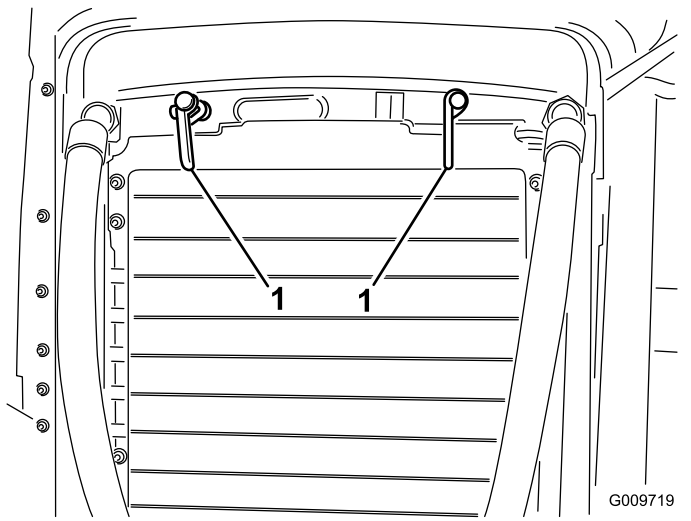

図 56
2. ラッチ図 56を回して、オイルクーラをフレームから外す。